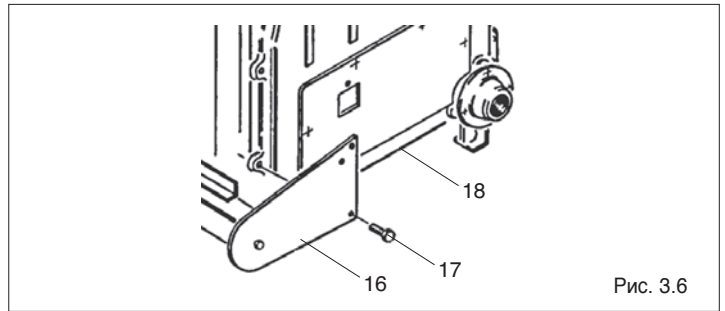

Рис. 3.6
Для установки коллектора горелок (16), навинтите четыре винта с шестигранной головкой M8 x 16 (17) на выступы с резьбой в двух головных частях корпуса котла (18) (Рис. 3.6).